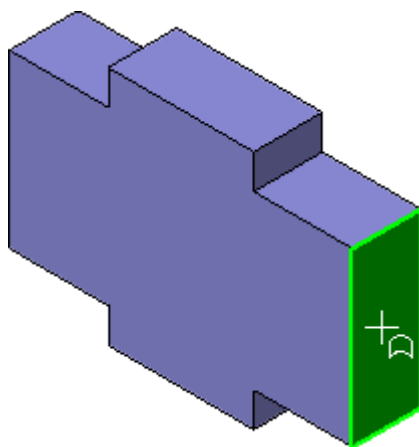

Рисунок 19.
- Укажите грань и нажмите кнопку Эскиз (рис.19)